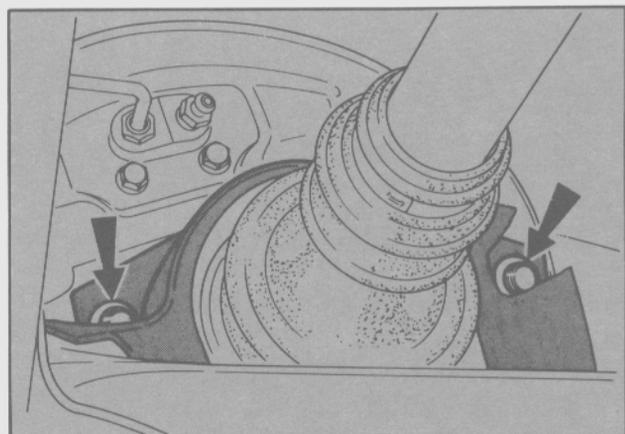

Fig. 40. Tapa plástica de la junta de transmisión.
- Colocar la tapa plástica de la junta sobre los tornillos superiores de la maza portarrodamientos y fijarla en su posición con los clips plásticos (Fig. 40).